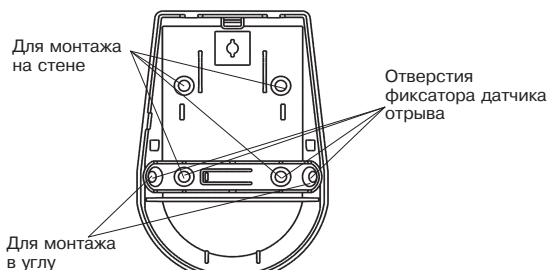

Рисунок 3
- просверлите в основании корпуса отверстия (см. рисунок 3), которые будут использоваться для крепления извещателя;